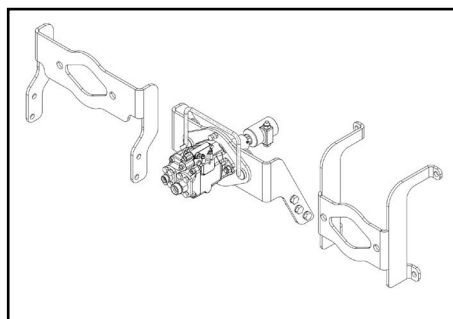

Figura 69
- Reservatório independente de óleo (A) com capacidade de 60 litros (sai de fábrica com óleo ST MULTI sae 10w30). O tanque possui, internamente, quebra ondas que auxiliam para que o óleo faça um caminho mais longo até uma nova sucção e dessa forma, também auxilia no resfriamento do óleo e na deposição de impurezas no fundo do tanque.
- A válvula registro (B) é utilizada para casos de manutenção, para restringir a passagem de óleo e dessa forma, evitar que o reservatório tenha que ser esgotado. Também na sucção, está instalado o filtro de sucção (C).
- A bomba hidráulica (Figura 69) vem equipada com três modelos de suporte para se adequar à marca e modelo do trator. Este suporte é utilizado para fixá-la no chassi do trator, acoplado na TDP do mesmo. A rotação em que a bomba deverá trabalhar, é de 1000 rpm.